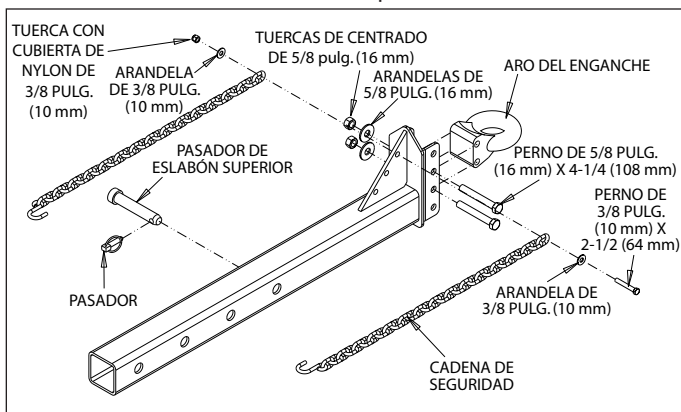

Figura 2.1, Conjunto del enganche del remolque
3. Cruce las cadenas de seguridad con la pieza soldada del enganche ajustable como se muestra en la Figura 2.1. Utilice un perno de 3/8 pulg. (10 mm) x 2-1/2 pulg. (64 mm), 2 arandelas y una tuerca con cubierta de nylon para fijar las cadenas de seguridad.